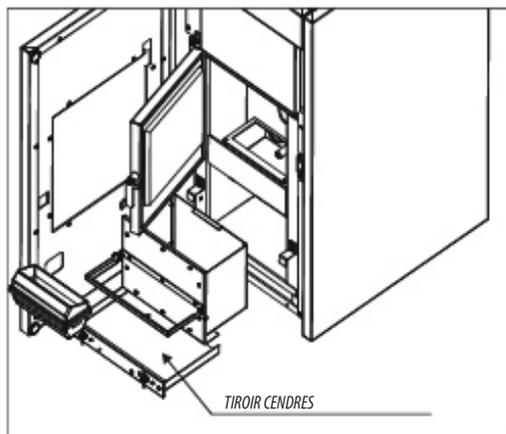

Figure 2
- **Nettoyer le compartiment convoyeur des fumées (fig.2)** -Le poêle est équipé d'un tiroir de récupération des cendres et de la suie éventuelles, amovible.